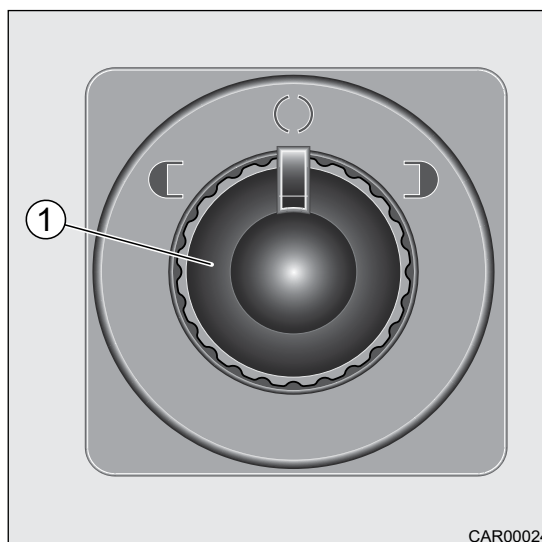

Fig. 30 Bouton de commande
1. Tourner le bouton (Fig. 30, pos. 1) vers la gauche pour régler le rétroviseur extérieur de gauche.
2. Tourner le bouton (Fig. 30, pos. 1) vers la droite pour régler le rétroviseur extérieur de droite.